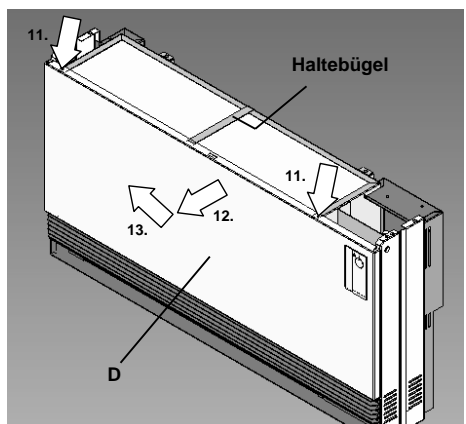

Fig.10 Vorderwand entfernen
Haltebügel entfernen (Fig.10):
- Vorderwand entfernen (Fig.10):
11. Obere linke und rechte Schraube der Vorderwand (D) entfernen.
Haltebügel wieder anbringen (Fig.10):